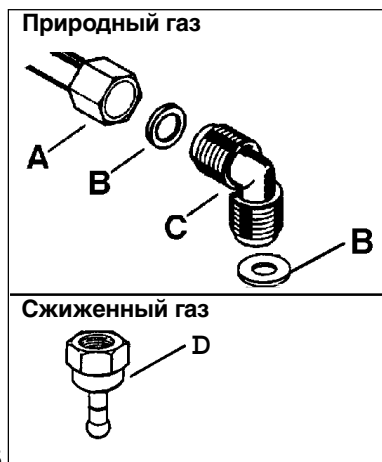

Рис. 5
ВАЖНО - Для обеспечения правильной работы, экономии энергии и длительного срока службы прибора, напряжение питания и давление газа должны соответствовать рекомендованным величинам. Регулируемое колено крепится к трубе газовой магистрали при помощи гайки G 1/2". Вставьте между деталями уплотнение, как показано на Рис. 5. Привинтите части без затягивания, отрегулируйте штуцер в требуемом направлении и затяните все соединения.
Сжиженный газ: используйте резиновый трубодержатель «D» (Рис. 5). Всегда устанавливайте прокладку «B». Затем приступите к подсоединению газа. Гибкий шланг должен соответствовать следующим требованиям:
- температура ни одной из его частей не должна превышать комнатную более, чем на 30°C; если при подключении гибкого шланга к вентилю он должен проходить за кухонной плитой, его необходимо установить, как показано на Рис. 5;